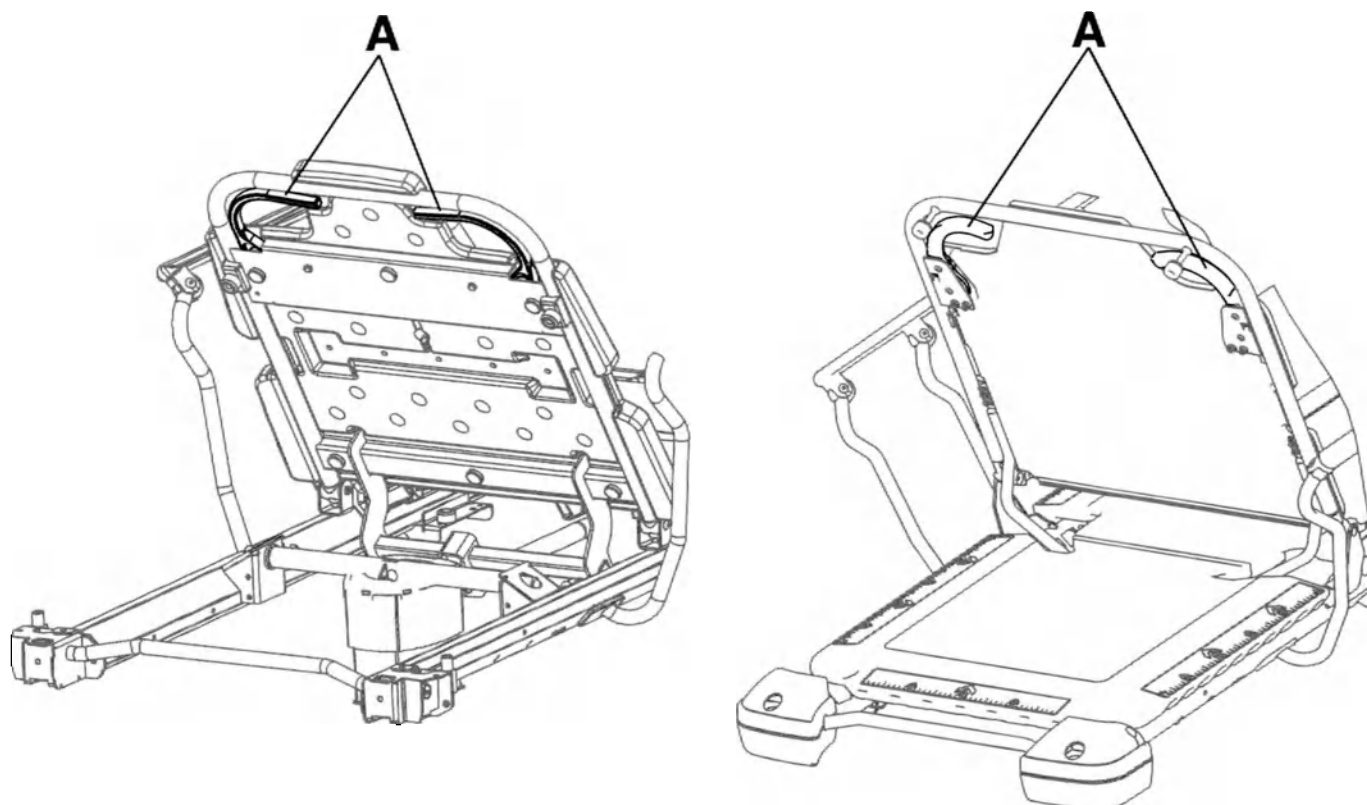

Рисунок 18 – Подъем или опускание спинки в положение Фаулера (Prime/Prime X)
Чтобы поднять спинку для положения Фаулера, сожмите одну или оба рычага освобождения спинки для положения Фаулера (A) и потяните спинку для положения Фаулера вверх так, чтобы она приняла требуемое положение (от 0° до 90°) (Рисунок 18).
Чтобы опустить спинку для положения Фаулера, сожмите одну или оба рычага освобождения спинки для положения Фаулера (A) и нажмите на спинку для положения Фаулера вниз так, чтобы она приняла требуемое положение (от 90° до 0°) (Рисунок 18).